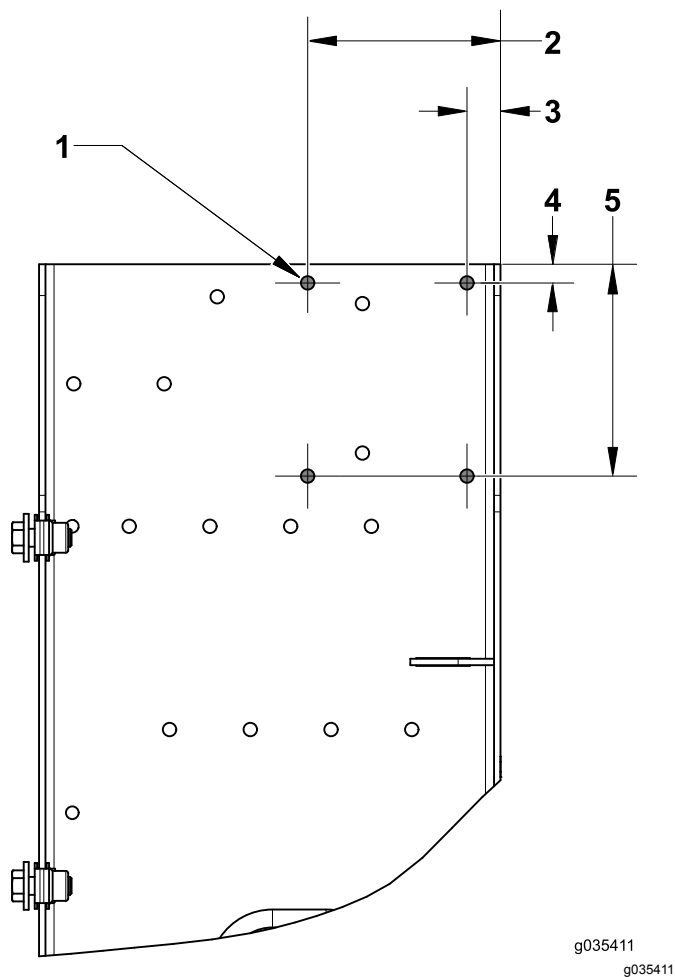

Figura 7
- Individuate e praticate i seguenti fori per il trasmettitore (Figura 7).